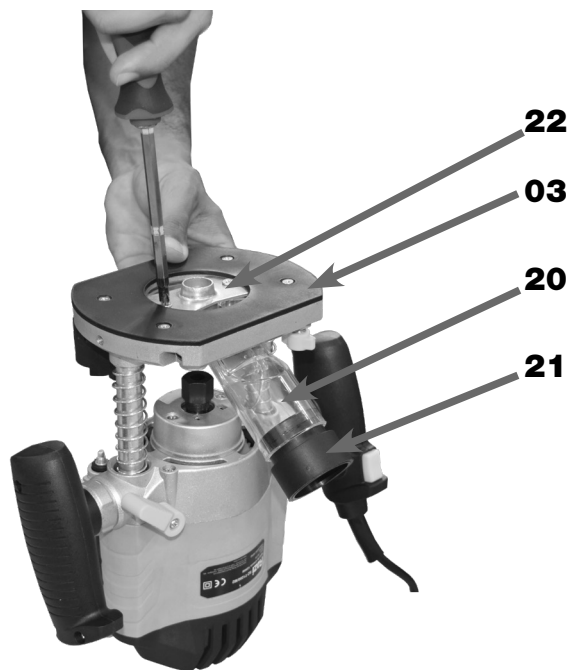

FIGURA 12 – Tubo para Coletor de Pó alinhado nos Furos B1 da Base
4. COLOCAR e SEGURAR o Tubo para Coletor de Pó (20) do outro lado da Base (03) alinhando os Furos **B1** (figura 12);
5. FIXAR os parafusos nos Furos **B1** pelo Anel de Cópia (22) até o Tubo para Coletor de Pó (20) conforme a figura 12;
6. ACOPLAR a Extensão do Tubo Para Coletor de Pó (21).